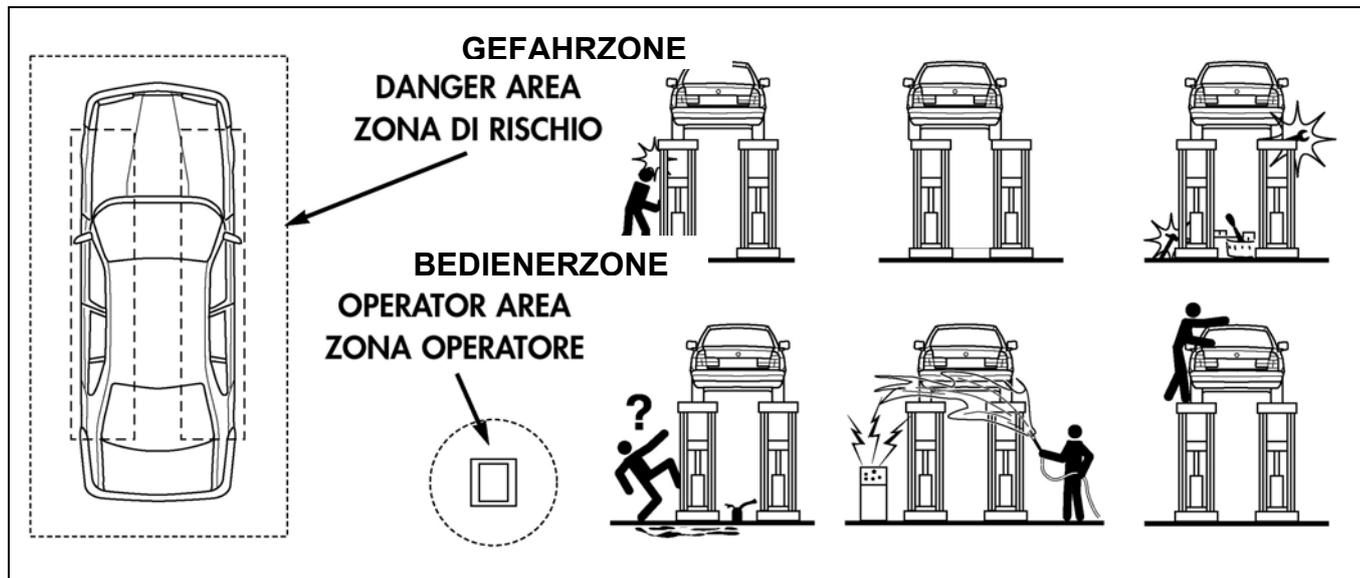

Bild 7
2. Bei heben und senken muss die Hebebühne vom Bediener nur von der Bedienerzone, so wie im **(Bild 7)** vorgestellt, betätigt sein .